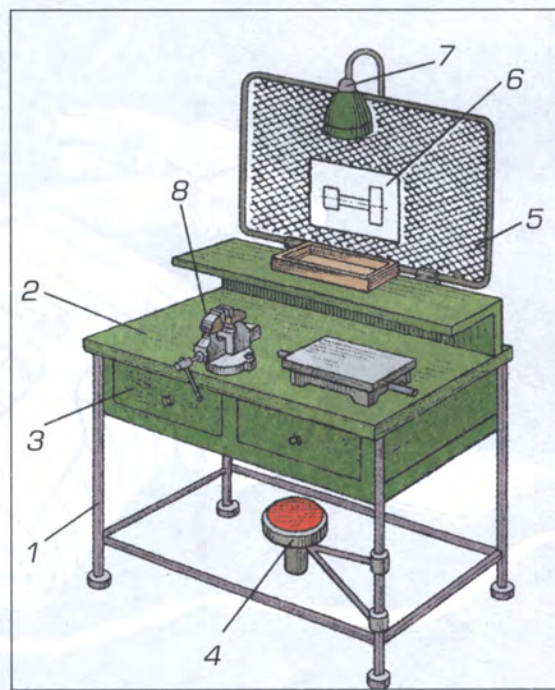

Рис. 114. Слесарный верстак
Слесарный верстак является основным видом оборудования рабочего места для выполнения ручных работ по обработке металлов. Он представляет собой специализированный прочный стол. Основные части (рис. 114): каркас (1); крышка (2); выдвижные ящики (3) (или полки) – предназначены для укладки инструментов, заготовок; сиденье (4) – выдвижное или откидное; защитный экран (5) – для предохранения окружающих от вылетающих при работе мелких частиц металла;